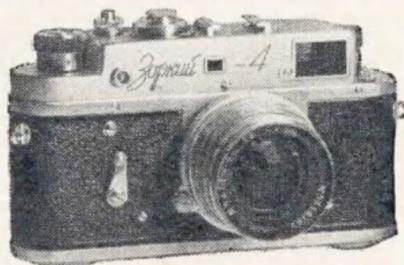

Рис. 32. Фотоаппарат „Зоркий 4“
**«Зоркий-4»** (рис. 32) представляет дальнейшее усовершенствование аппаратов этой марки и существенно отличается от прочих моделей.